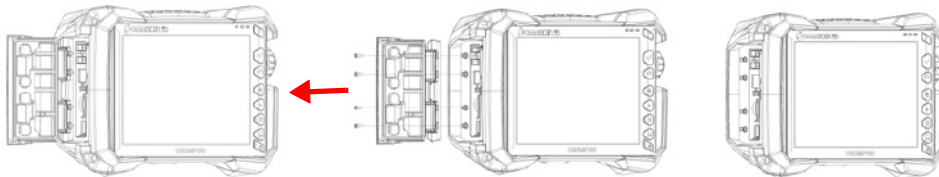

Figura 2-9 Remoção da porta do compartimento
1. Abra a porta do compartimento no painel esquerdo do OmniScan X3 e, com a chave de fenda Phillips, desaparafuse os quatro parafusos e remova a porta do compartimento (Figura 2-9 na página 38).